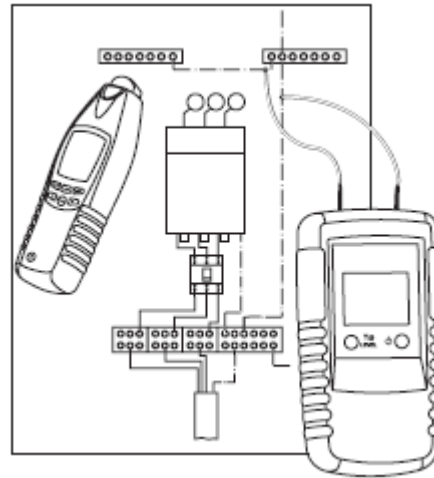

Рисунок 13
- Подсоедините передатчик к системе в соответствии с Рис.13. Теперь, нейтральный проводник, находящийся в общей системе, может отследить.